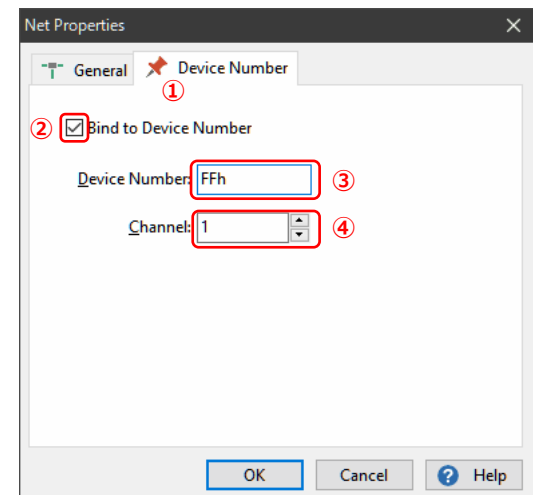

図 3.2-7
Device Number タブを選択します (図 3.2-7 ① 参照)。
Bind to Device Number にチェックします (図 3.2-7 ② 参照)。
Device Number にデバイス番号を入力します (図 3.2-7 ③ 参照)。